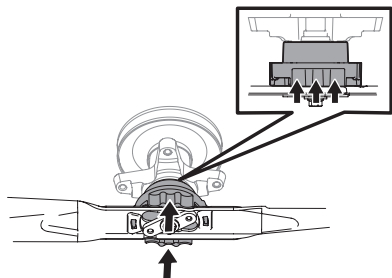

Figure 43
14. Retirez la goupille fendue qui fixe la tige de relevage avant au plateau. Voir Figure 43. Faites sortir la tige de relevage du support avant.
3. Poussez la bague de verrouillage vers le haut et retenez-la. Voir Figure 43.
4. Poussez la lame vers le haut contre l'adaptateur jusqu'à ce que la bague de verrouillage soit relevée. Voir Figure 43.